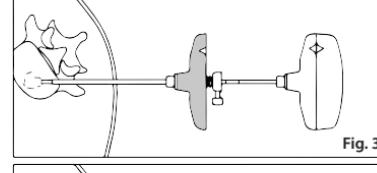

Fig. 3
FIG. 3 Po odłączeniu strzykawki wprowadzić uchwyt (B) do przyrządu do wypełniania (A) i ostrożnie go popychać, aż wejdzie w kontakt z końcówką luer wyrobu (A), przez cały czas monitorując przepływ cementu pod kontrolą badań obrazowych.